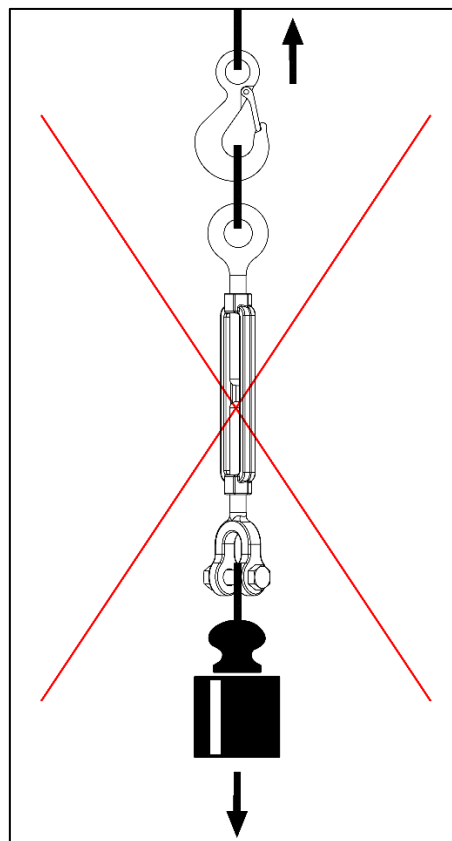

Fig.5
Il tenditore può essere utilizzato anche per operazioni di sollevamento, purchè non in configurazione a tiro singolo (par. 10 fig.5). In tale configurazione, infatti, il carico può ruotare liberamente, generando il rischio che i terminali si svincolino fino a fuoriuscire della canaule, con conseguente caduta del carico.
- NON utilizzare l'accessorio per il sollevamento a tiro singolo (fig.5);